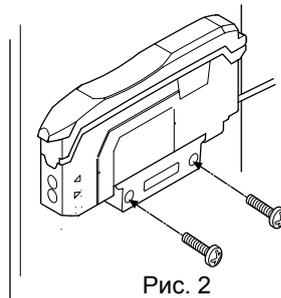

Рис. 2
3. Установка на стену выполняется с помощью двух болтов М3, как показано на рис. 2. Кронштейны и болты в комплект поставки не входят.